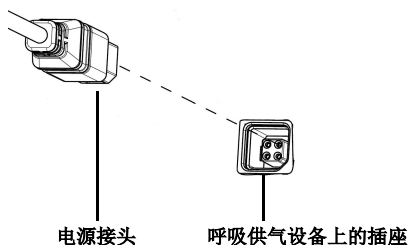

图 4-1
- 3) 连接呼吸管路的电源接头与呼吸供气设备上的插座，如图 4-1 所示：